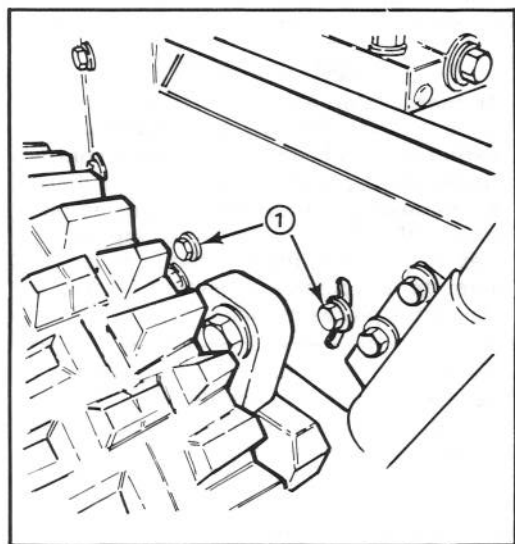

Figure 27
3. Desserrez les 4 boulons à tête à collerette (2 boulons de chaque côté) qui tiennent le châssis de transmission au châssis du moteur (fig. 27).